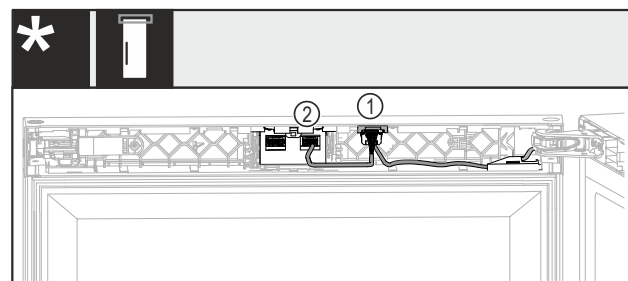

Fig. 44 Ohne Schloss oder mit mechanischem Schloss*
- ▶ Stecker mit beiden Kabeln Fig. 44 (1) in die Führung einschieben.*
- ▶ Stecker mit einem Kabel Fig. 44 (2) im rechten Nest einrasten.*